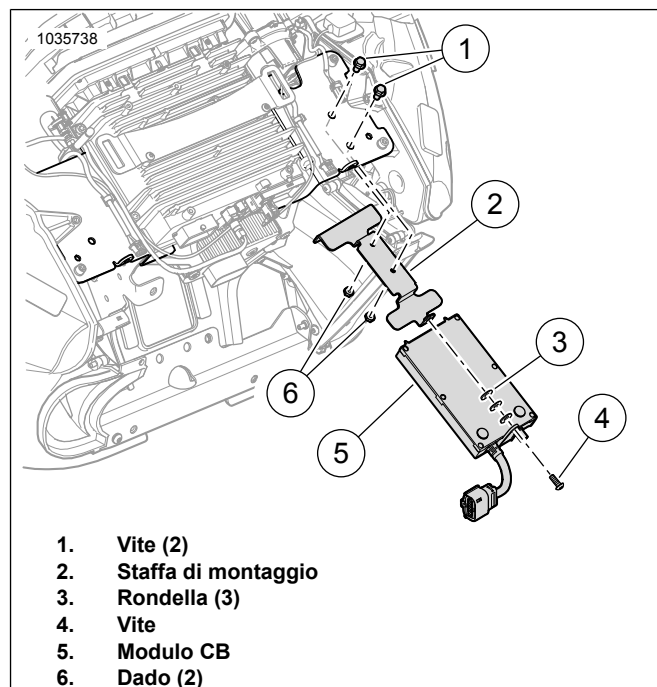

Figura 4. Installare il modulo CB: Carenatura montata sul telaio
1. Vedere Figura 4 Installare la staffa di montaggio (2).
2. Installare le viti (1) e i dadi (6). Serrare.